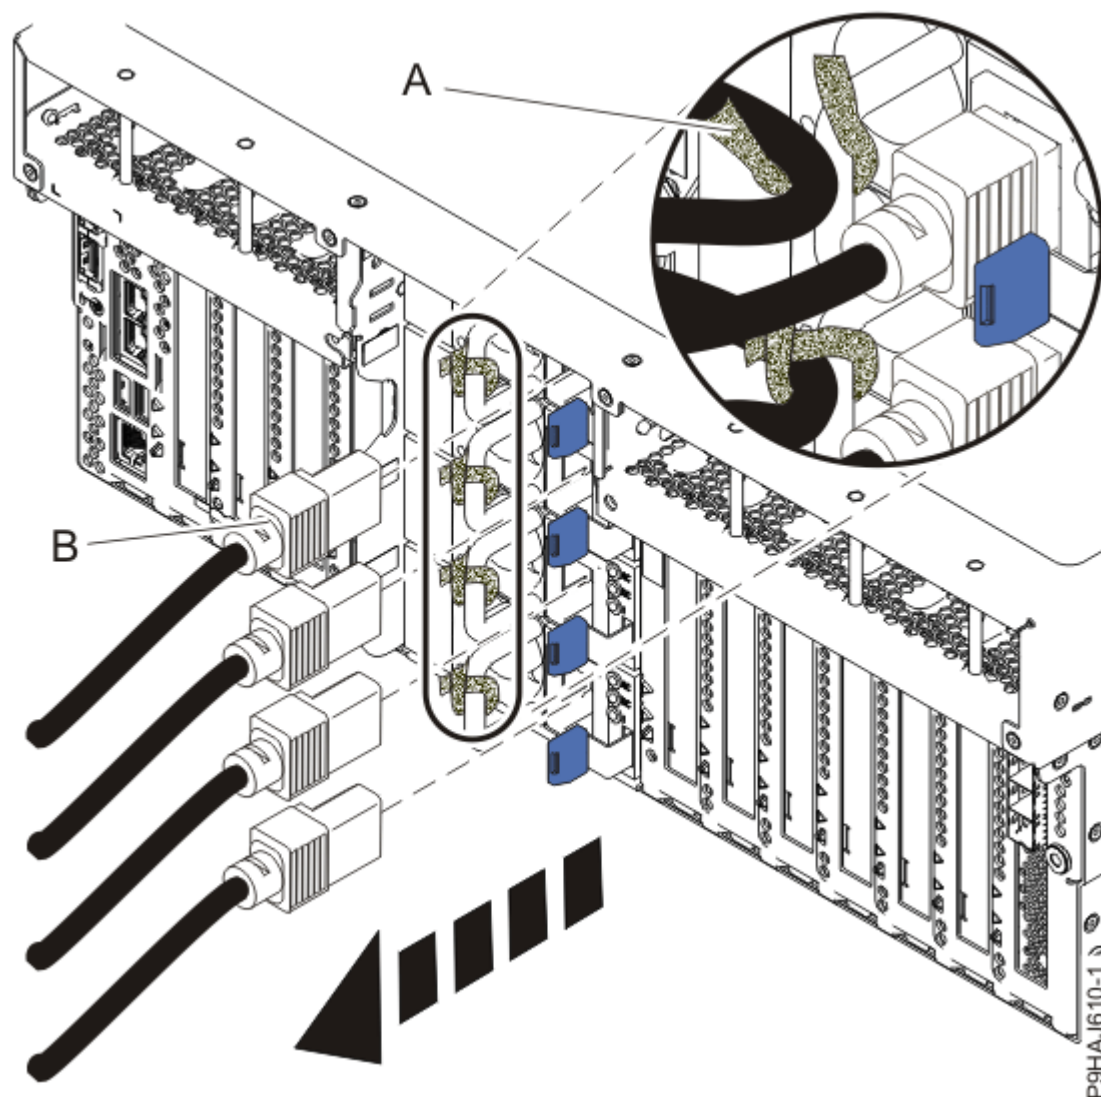

Figure 86. Retrait des cordons d'alimentation d'un serveur monté en armoire
4. Étiquetez et déconnectez les cordons d'alimentation de l'unité centrale. Voir Figure 86, à la page 98 ou Figure 87, à la page 99.